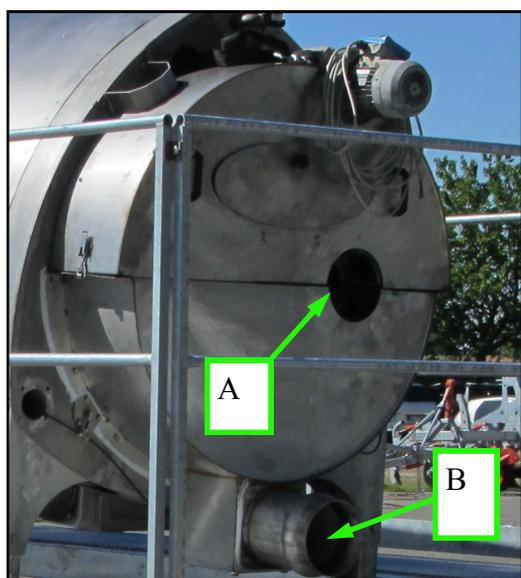

fig. 8
4) Il tubo d'alimentazione (diametro 150) deve essere collegato all'entrata A fig. 8 frontalmente.
5) Il tubo del troppo pieno (diametro 150), sotto all'entrata, si collega alle prese B fig. 8